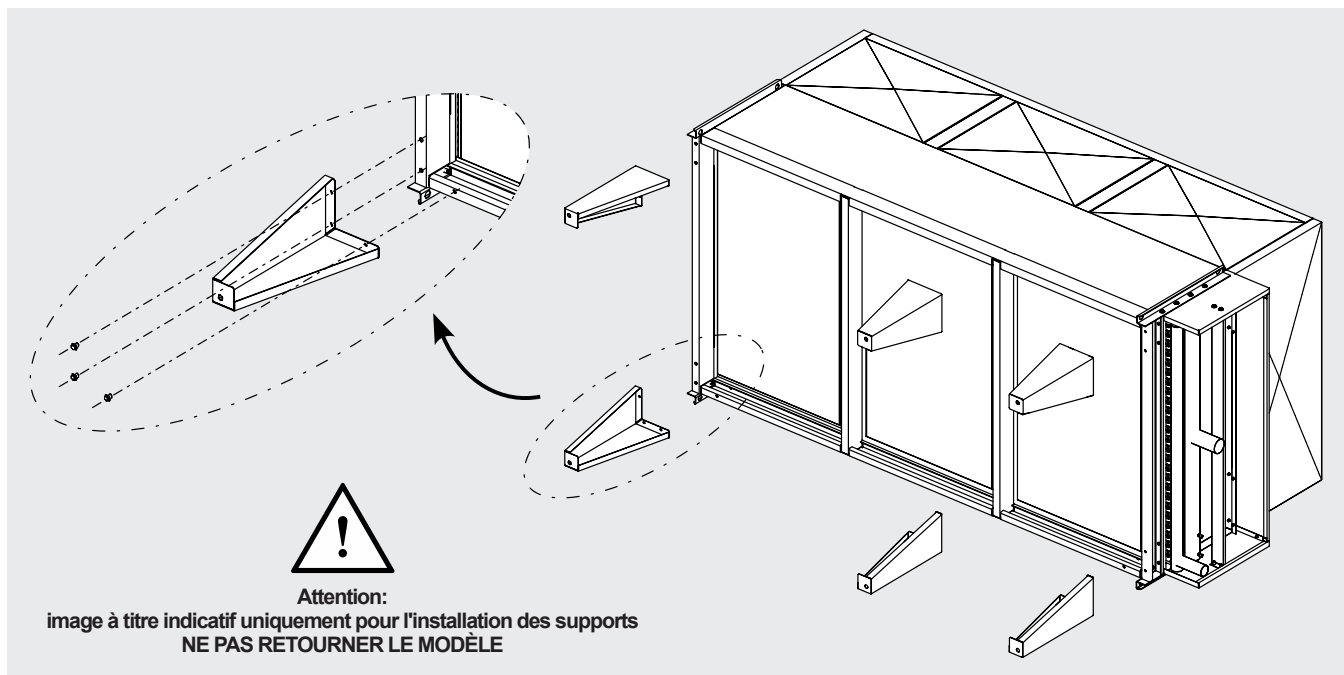

Figure 4
- 5.11.5 Installer les pieds fournis avec le modèle en utilisant les vis et rondelles associées. Chaque pied doit être fixé avec 3 vis M8x20 et 3 rondelles moletées coniques M8, Øe 18mm. Voir Figure 4.